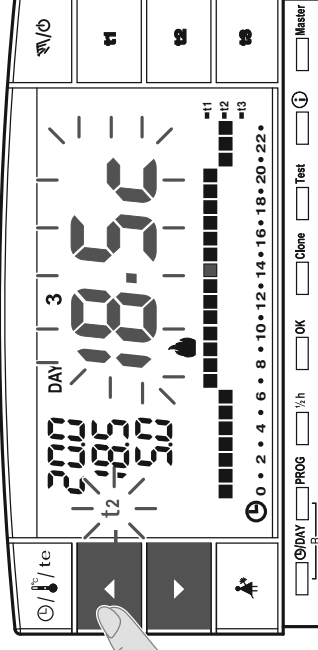

fig. 21
- Antes de 8 segundos modificar la temperatura utilizando las teclas ▲ ▼ ; a cada impulso se corresponde a una variación de 0,5°C (fig. 21).